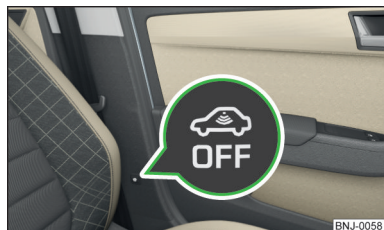

Bild 42
- Tryck på symbolknappen  på B-stolpen på förarsidan » bild 42.